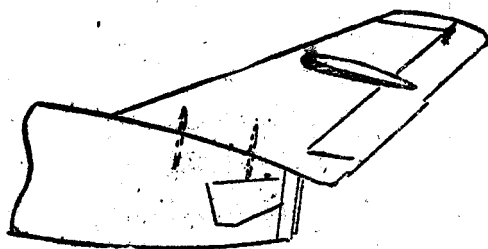

图 14
(3) 将水平尾翼胶上垂直尾翼，再将垂直尾翼胶上机身尾部。为了加强起见，可加上两根竹梢（见图14）。